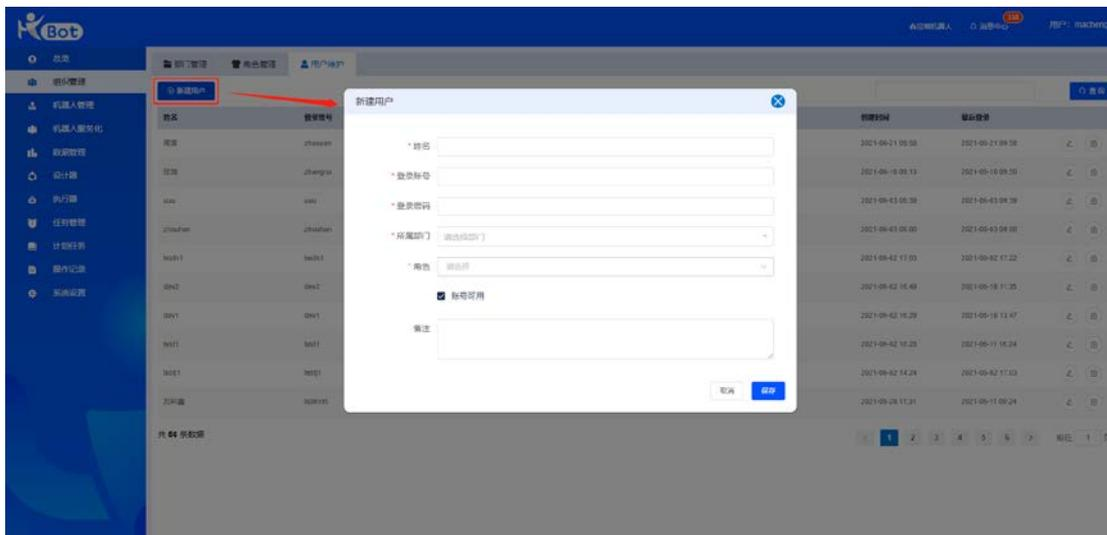

图 21
- 新建用户：包括姓名、登录账号、登录密码、所属部门、角色、备注等。如图 21。